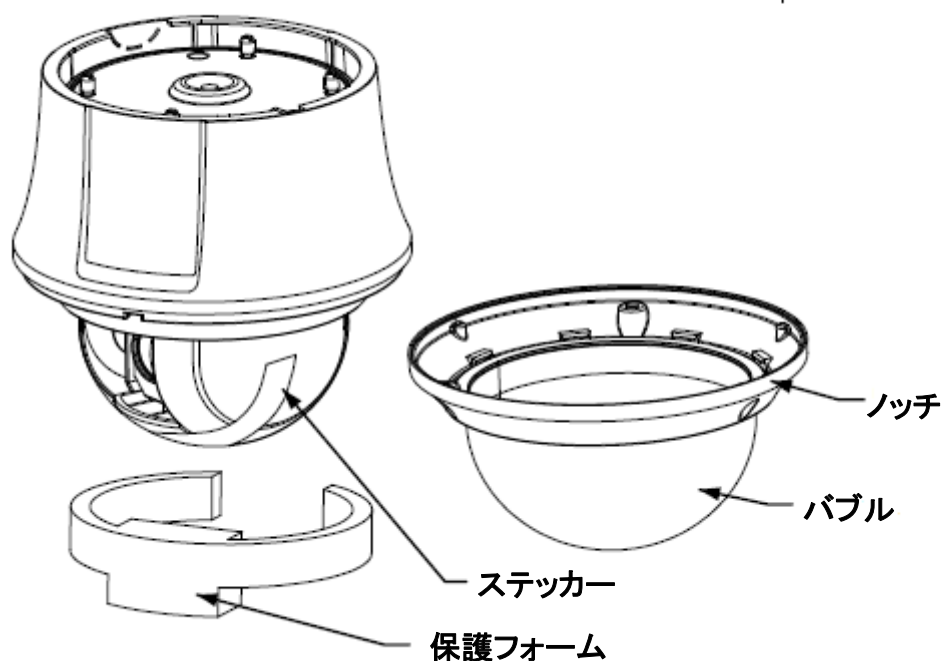

図 1-35 スピードドームを分解する
3. 図 1-35 に示すように、保護用レンズカバー、フォーム、およびステッカーをドームドライブから取り外します。